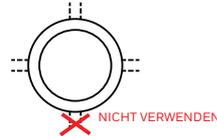

Abb. 1. Impulsleitungsanschlüsse der V2MU-Mischeinheit.
- (Siehe Abb. 1) Um zu vermeiden, dass Kondensat aus dem Rückzug in eine Impulsleitung des Brennstoff-Luft-Verhältnis-Moduls gelangt, dürfen keine nach unten gerichteten Druckanschlüsse an der V2MU-Mischeinheit oder einer anderen Vorrichtung verwendet werden.
HINWEIS: Verbinden Sie den Wärmetauscher NICHT mit einem nach unten zeigenden Anschluss „C“ an der Mischeinheit! Weitere Informationen finden Sie unter Abb. 1.